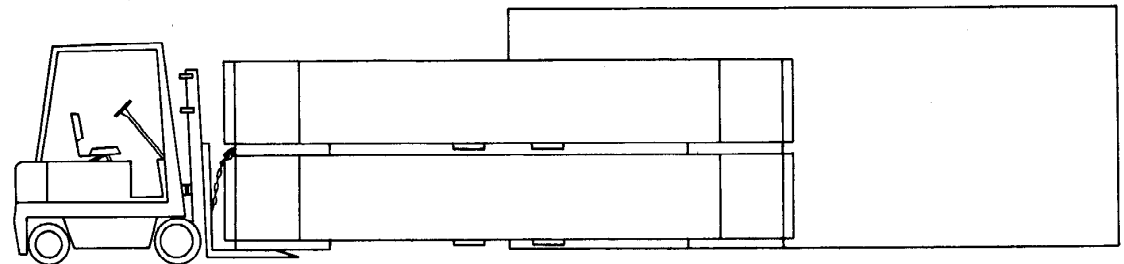

FIGURE 2
4. DRIVE THE FORKLIFT FORWARD AND POSITION THE FORKS DIRECTLY BENEATH THE CANISTER SKIDS. IT IS RECOMMENDED THAT THE CHAIN BE LEFT ATTACHED AS A SAFETY PRECAUTION. SEE FIGURE 2 ABOVE.